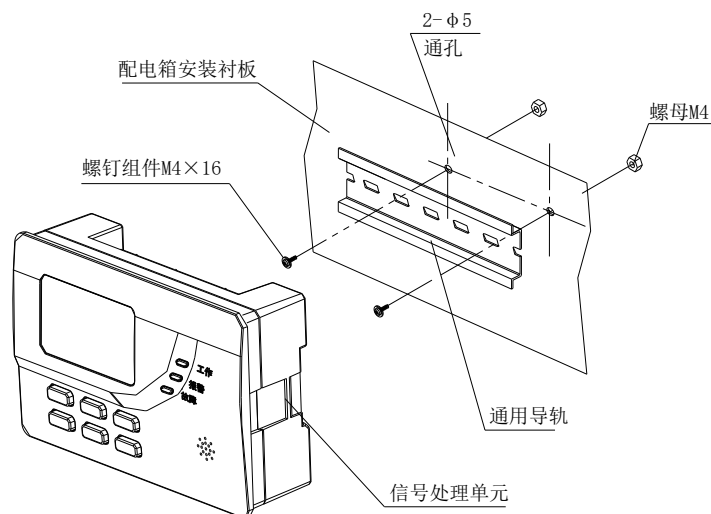

图 2.67 信号处理单元导轨安装图
10.4.1 信号处理单元的安装如图 2.67 和 2.68 所示